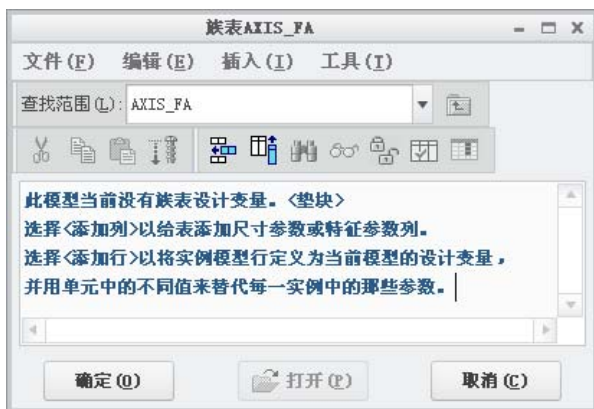

图 7.4.2 “族表 AXIS_FA”对话框
Step2. 单击 **工具** 功能选项卡 **模型意图** 区域中“族表”按钮 ，系统弹出图 7.4.2 所示的“族表 AXIS_FA”对话框。